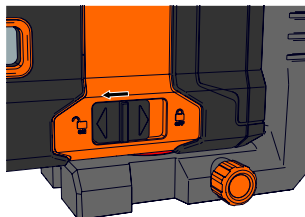

Figure 14
1. Faire glisser le compensateur de verrouillage/interrupteur d'alimentation vers la gauche pour déverrouiller (MARCHE)  la position pour mettre l'appareil sous tension. L'indicateur de niveau et l'indicateur d'alimentation s'allumeront. (Figure 14)